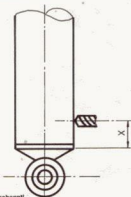

Bild 198
- Wenn Gasdruckstossdämpfer erneuert werden muss, ist der Halter des Fahrzeugs oder der von ihm beauftragte Monteur seitens des Herstellerwerks verpflichtet, den zu verschrottenden Stossdämpfer durch Ablassen des Gasinhalts zu »entschärfen«. Das erfolgt durch Anbohren an der Stelle, die in Bild 198 gezeigt ist. Bei dieser Arbeit unbedingt Schutzbrille tragen. Arbeit am besten versierter Werkstatt überlassen!